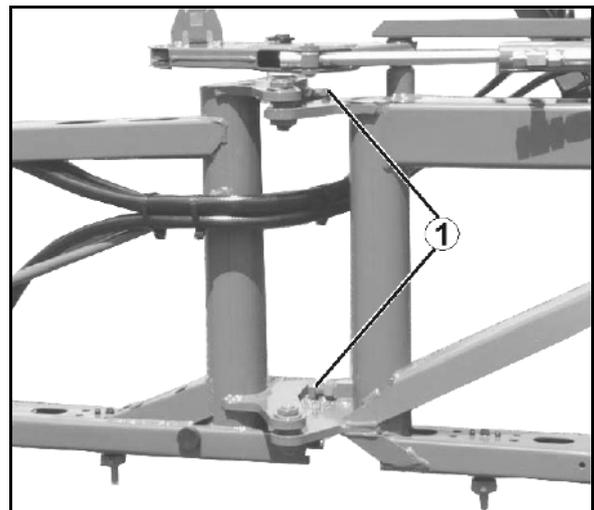

Fig. 147
Ist dies nicht der Fall, bei **entriegeltem** Schwingungsausgleich das ausgefaltete Spritz-Gestänge über Gegengewichte (Fig. 147/1) ausrichten. Die Gegengewichte entsprechend am Ausleger befestigen.
1. Schrauben (Fig. 147/2) der Befestigungslasche (Fig. 147/3) lösen. Die Ausrichtung erfolgt direkt an der Kunststoffklaue (Fig. 147/4) durch die Langlöcher der Befestigungslasche.
3. Schrauben (Fig. 147/2) anziehen.